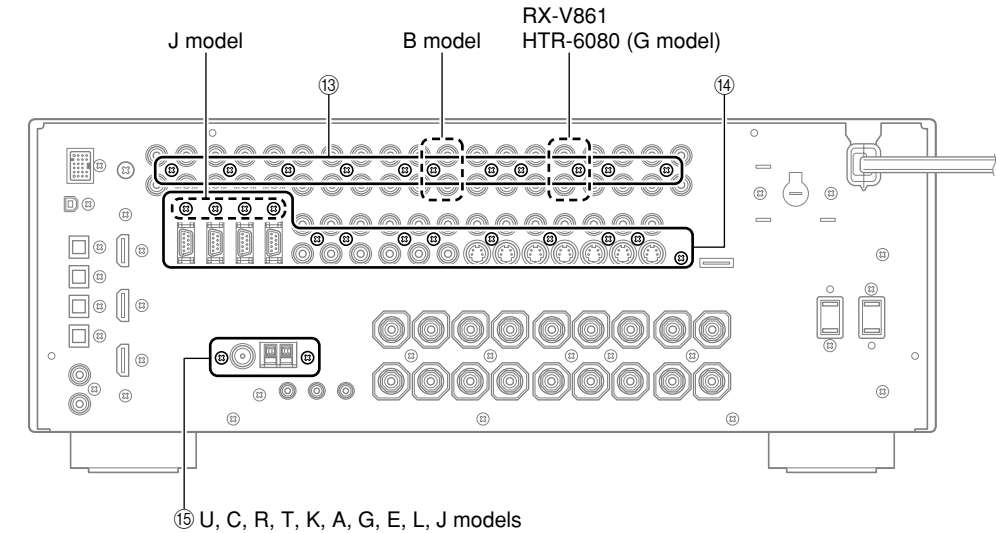

Fig. 6
- b. Remove 10 screws (RX-V861 / HTR-6080: G model / DSP-AX861SE) / 9 screws (HTR-6080: U, C models) (13). (Fig. 6)
- b. ⑬のネジ9本を外します。(Fig. 6)
- a. Remove 9 screws (14). (Fig. 6)
- a. ⑭のネジ13本を外します。(Fig. 6)
- a. Remove 2 screws (15). (Fig. 6)
- a. ⑮のネジ2本を外します。(Fig. 6)
- a. Remove screw (16) and screw (17). (Fig. 6)
- a. 16のネジ1本、17のネジ1本を外します。(Fig. 6)